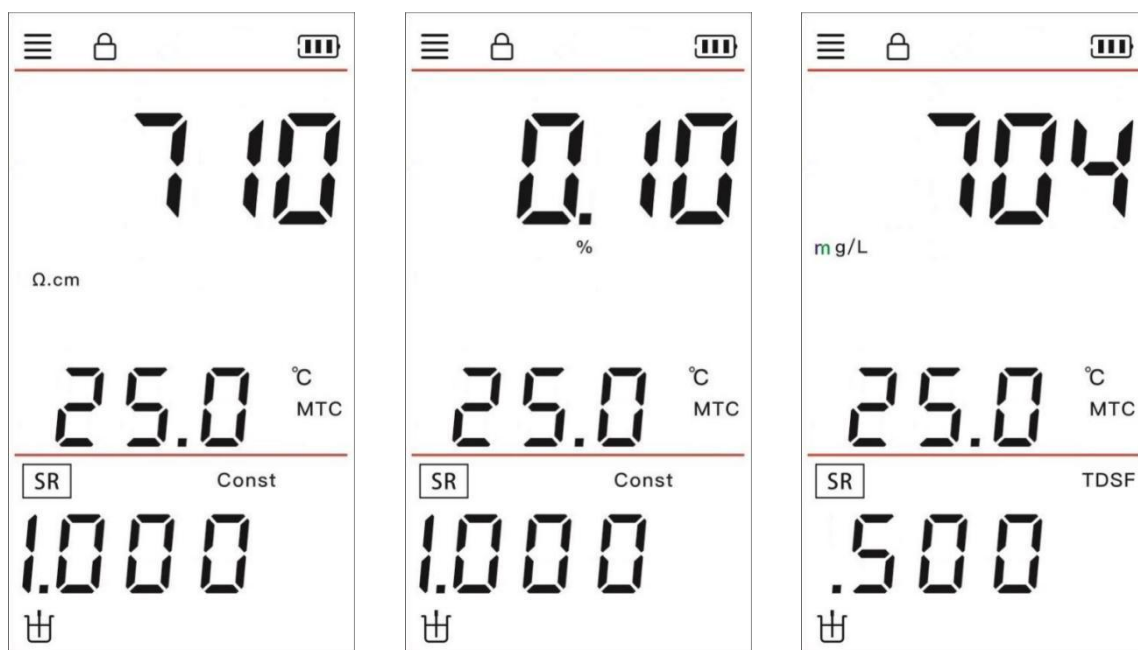

图 7 TDS 显示模式（左）与电阻率显示模式（中）与盐度显示模式（右）示意图
- ①将仪器接好电导电极、温度补偿电极，长按“电源键”开机；
- ②按电极常数设置步骤，将电极对应的电极常数值输入仪器（如需标定电极，可忽略此步骤，按电极标定步骤完成对电极的标定）；
- ③没有温度补偿电极的仪器，可短按“设置键”进入设置项目，选择手动温度补偿设置，手动设置待测溶液的温度值；
- ④将电导电极反复用蒸馏水清洗干净，用滤纸小心吸干电极表面的水分，用待测溶液润洗后放入待测溶液中（注：电极头需完全没入溶液，且不可触碰到杯壁）；
- ⑤仪器开始检测，检测数据趋于稳定后，仪器显示数据稳定标记，即可读取检测数据，如果有必要，可以短按“模式键”切换到TDS显示或电阻率显示或盐度显示，如图7（需根据仪器具体功能切换，DD30-1不含显示模式切换功能）；
- ⑥在平衡测量模式下，检测数据稳定后，仪器将自动锁定测量结果（显示锁定标记，测量结果不再变化），用户短按“测量键”可以开始下一次测量；
- ⑦如果有必要，可以短按“存储键”保存测量结果，短按模式键可切换显示模式查看当前溶液的TDS参数、电阻率参数或盐度参数；
- ⑧测量结束后，关机，使用蒸馏水对电极进行清洗后按电极说明书要求保存电极。